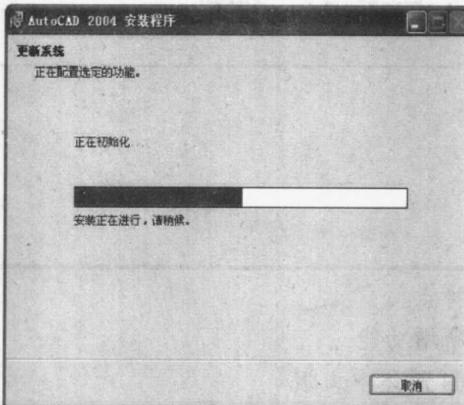

图 1-10 安装 AutoCAD 2004 ——安装过程
- (10) 弹出询问窗口，确认是否开始进行安装。如果重新输入安装信息，单击【上一步】按钮；如果确认开始安装，单击【下一步】按钮。
- (11) 开始安装。安装过程如图 1-10 所示。
- (12) 安装完成。单击【完成】按钮结束安装。
- (13) 双击桌面上的图标^②，运行 AutoCAD 2004，根据提示输入授权号，完成安装。